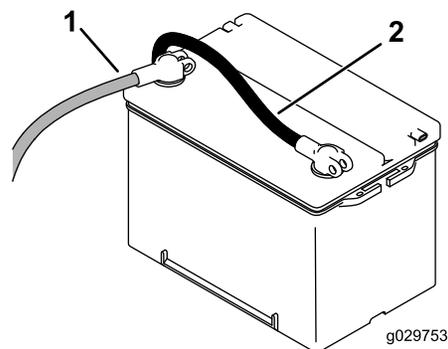

Рисунок 50
- Чтобы отключить электропитание от машины, поверните выключатель массы аккумуляторной батареи против часовой стрелки в положение «Выкл.» (OFF) (Рисунок 50).
5. Подсоедините положительный кабель (красный) к положительной клемме (+), а отрицательный кабель (черный) – к отрицательной (-) клемме аккумуляторной батареи (Рисунок 50).